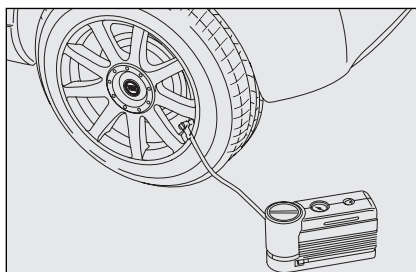
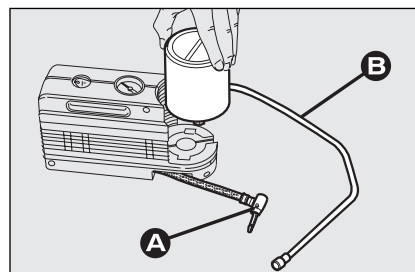

fig. 7
fig. 8
O compressor pode ser utilizado mesmo só para o restabelecimento da pressão. Liberar o engate **A-fig.8** da garrafa e ligá-lo directamente na válvula do pneu **fig.7**; neste modo a garrafa não será conectada ao compressor e não será injectado o líquido vedante.
- ☐ desengatar o engate **A-fig. 8**;